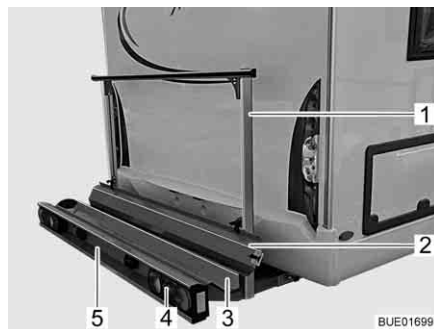
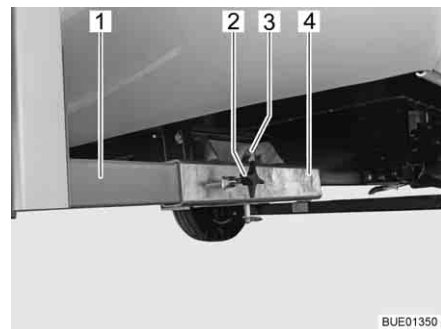

Bild 7 Lastenträger
Bild 8 Befestigung am Fahrzeug
Der Lastenträger (Bild 7) ermöglicht die Mitnahme eines Motorrads oder eines Motorrollers mit einem Gewicht bis zu 130 kg.
- Trägerwanne (Bild 7,3) und Haltebügel (Bild 7,1) mit Befestigung am Fahrzeug (Bild 8)
- Heckleuchten (Bild 7,4)
- Kfz-Kennzeichenbeleuchtung (Bild 7,5)
- Auffahrschiene (Bild 7,2)
**Befestigung am Fahrzeug** Die beiden Längsträger (Bild 8,1) des Lastenträgers sind durch Knebelschrauben (Bild 8,2) an den Vierkantaufnahmen (Bild 8,4) am Fahrzeugboden fixiert. Gesichert ist der Lastenträger durch einen Bolzen (Bild 8,3) mit Sicherungsring.